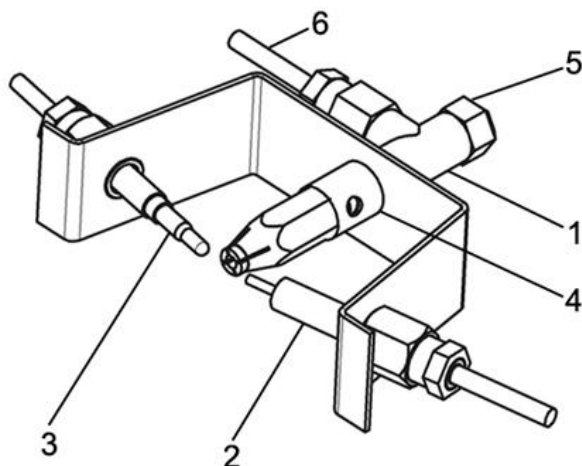

Рис.4 Устройство узла запальной горелки
- Найдите заглушку 5 (рис.4) соответствующей запальной горелки.
- Открутите ключом на 11 заглушку 5 (рис.4), под которой располагается регулировочный винт мощности пламени запальной горелки.
- Если пламя запальной горелки коптит или шумит, необходимо отрегулировать подачу первичного воздуха шибером 4 (рис.4), путем поворота его вокруг своей оси.
- После того, как пламя запальной горелки отрегулировано, закрутите заглушку 5 (рис.4).
- Если пламя запальной горелки коптит или шумит, необходимо отрегулировать подачу первичного воздуха шиббером 4 (рис.4), путем поворота его вокруг своей оси.